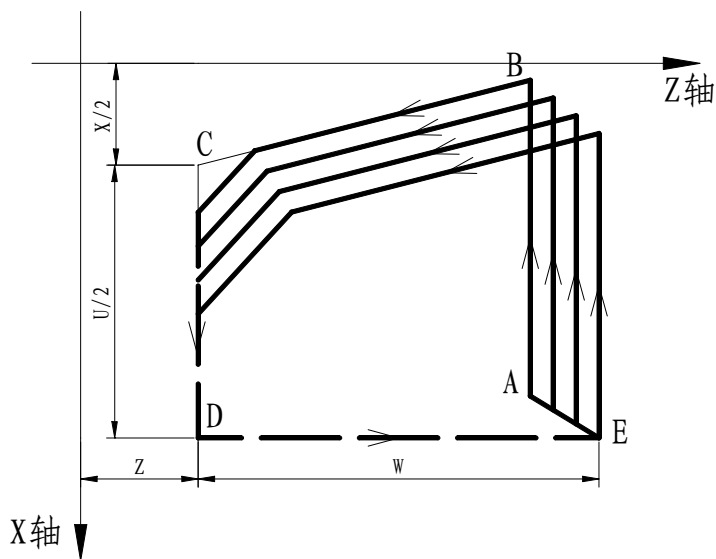

图 2-50
指令功能：系统根据指令地址所给的数据自动计算并进行多次螺纹切削循环螺纹加工完成，指令轨迹如图 2-50 所示。
- 考虑各地址的符号，有四种加工图形，也可以加工内螺纹。在图2-50所示的螺纹切削中，只有B，C间用F指令的进给速度，其他为快速进给。